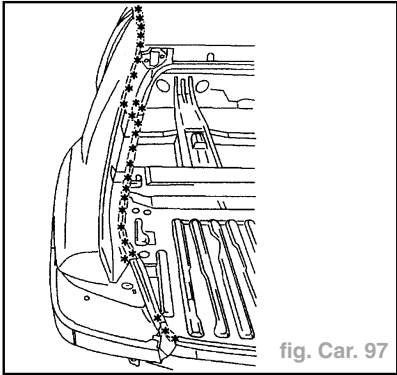

fig. Car. 97
- Dégraffer les points à l'aide d'une fraise de  $\varnothing = 8 \text{ mm}$  (fig. Car. 97).